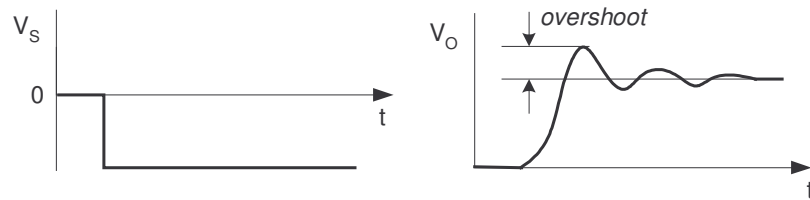
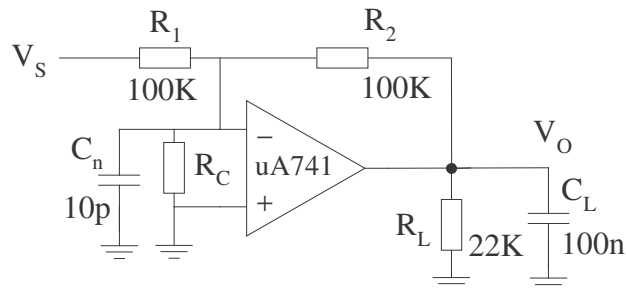

Figura 2
Figura 3
6. A la següent simulació estudiarem com l'*overshoot* de la resposta de l'amplificador a un esglaió (veure Figura 2) depèn del marge de fase (o del marge de guany). Per fer això, introduïu el codi PSpice de l'amplificador inversor que es mostra a la Figura 3. Haureu de fer ara una simulació temporal (`.tran`) utilitzant com a entrada de l'amplificador, V_S , un tren de polsos definit amb la següent instrucció de PSpice:
7. Finalment, comprovarem que el circuit compensat presenta un diagrama de Bode per l'amplitud del guany molt similar al del circuit sense compensar. Això és, el fet de compensar el circuit no modifica el funcionament en freqüència del circuit sense compensar, si ens restringim a un determinat rang de baixes freqüències. Per veure això feis les simulacions adequades per obtenir els Bodes dels circuit de la Figura 3, amb i sense la resistència de compensació R_C , i comparau els dos Bodes comentant les similituds i diferències.